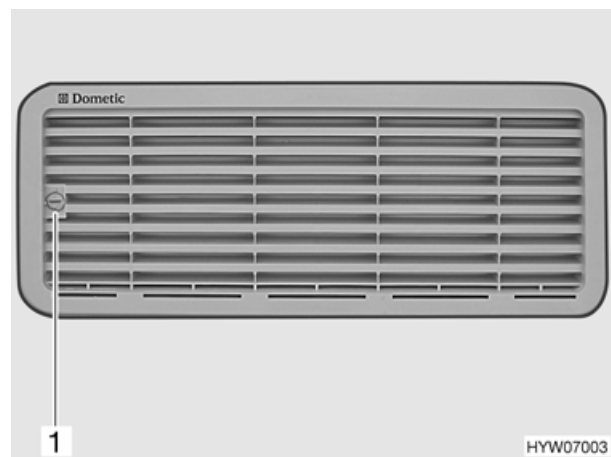

Bild 89 Kühlschrank-Lüftungsgitter (Variante 1)
- Schraube (Bild 89,1) mit Hilfe einer Münze eine viertel Umdrehung drehen.